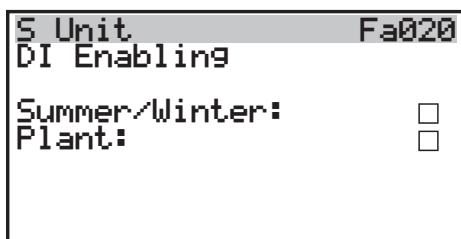

Figura 3.10
- Selezionare le singole voci, premere il tasto 5 e scorrere con i tasti 4 o 6 per deselezionare il campo (Figura 3.10).